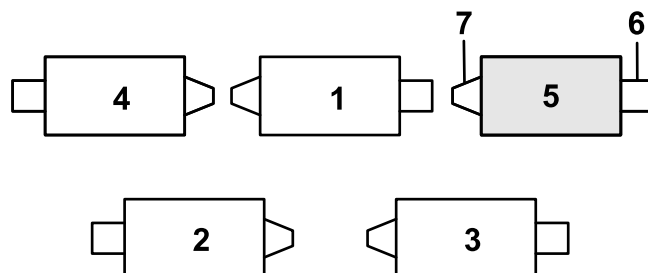

Figura 12
1. Dacă tiftul în formă de agrafă este montat în orificiul din spatele tijei arcului de compensare, îndepărtați tiftul i introduceți-l în orificiul din apropierea suportului (Figura 12).